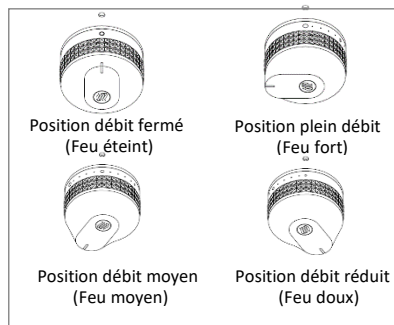

Figure 1 : Réglage de la manette de commande
6. Régler ensuite à volonté la hauteur de la flamme en tournant la ou les manettes de commande de plein débit (grand cercle) à débit réduit (petit cercle) (Voir figure 1)
7. Pour l'extinction, ramener la ou les manettes de commande sur le symbole de fermeture (O) puis fermer le robinet de la bouteille de gaz.